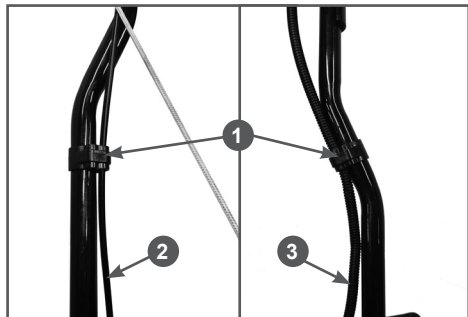

Рис. 8. Крепление троса и кабеля на рукоятке
8. Закрепите на рукоятке трос 2 рычага переключения положений рабочего валика и кабель 3 дополнительного выключателя зажигания при помощи имеющихся на рукоятке фиксаторов 1 (Рис. 8).